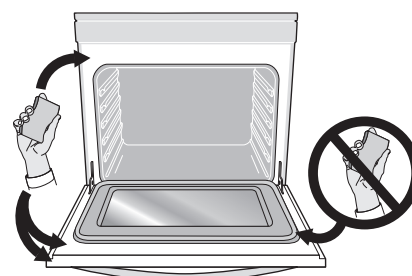

Figure 25 : Zones de la porte du four à nettoyer avec précaution
- Ne pas nettoyer le joint de porte du four (Figure 25). Ne pas utiliser de produits à nettoyer les fours sur le joint de porte. Cela peut endommager le joint. Le matériel tissé de la porte du four est essentiel à une bonne étanchéité. Il faut prendre garde à ne pas froter, endommager ou enlever le joint de porte.